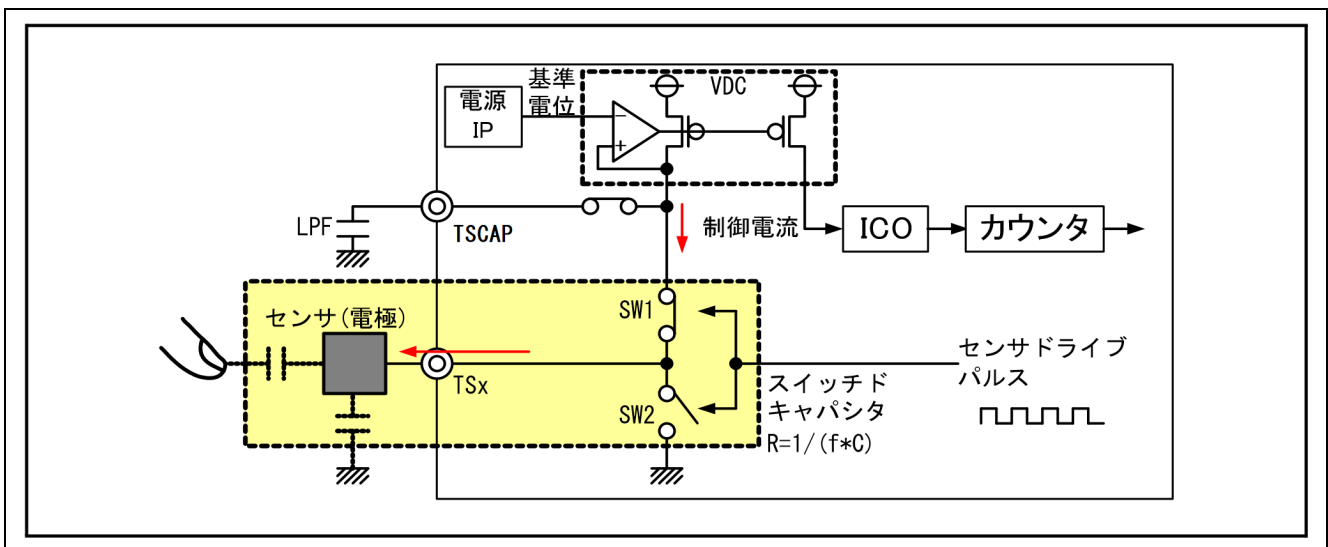
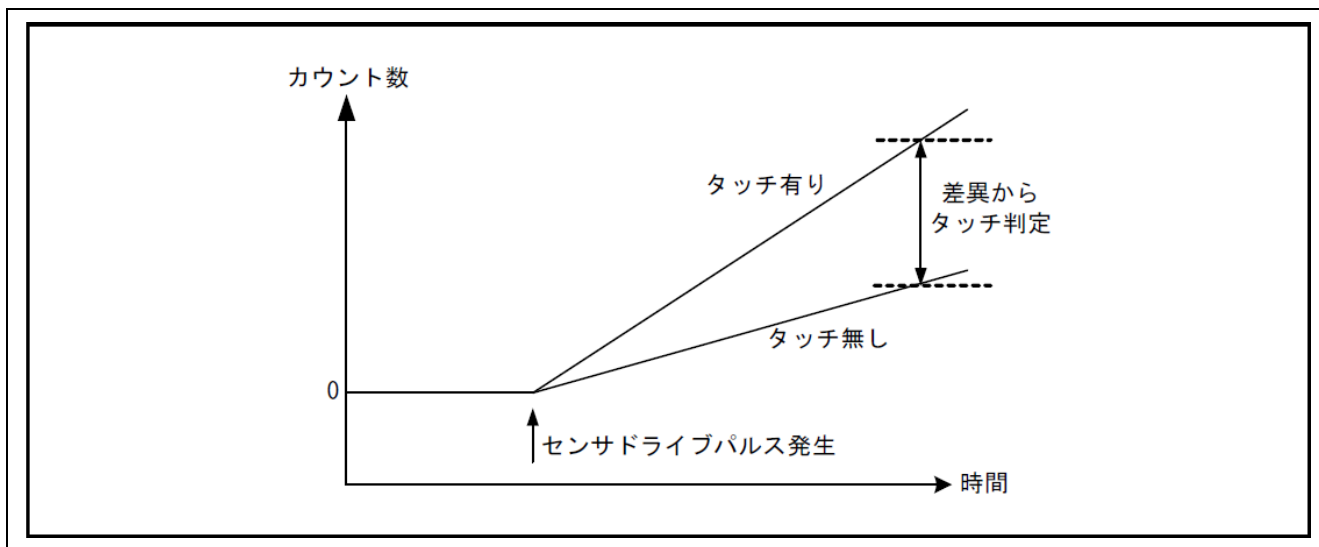

図 2-2 充電動作
図 2-4 接触／非接触による計測値の変化
CTS U の電流周波数変換方式の静電容量計測動作原理を、図 2-2～図 2-4を用いて説明します。
- (1) SW1 : ON、SW2 : OFF にすることで、電極の静電容量に充電されます (図 2-2)。